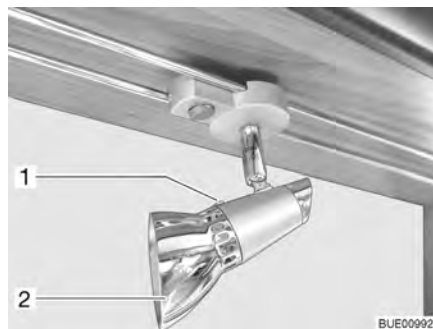

Fig. 206 Foco halógeno (desplazable)
- Soltar el tornillo de fijación (Fig. 206,1).
- Retirar la pantalla de lámpara (Fig. 206,2).